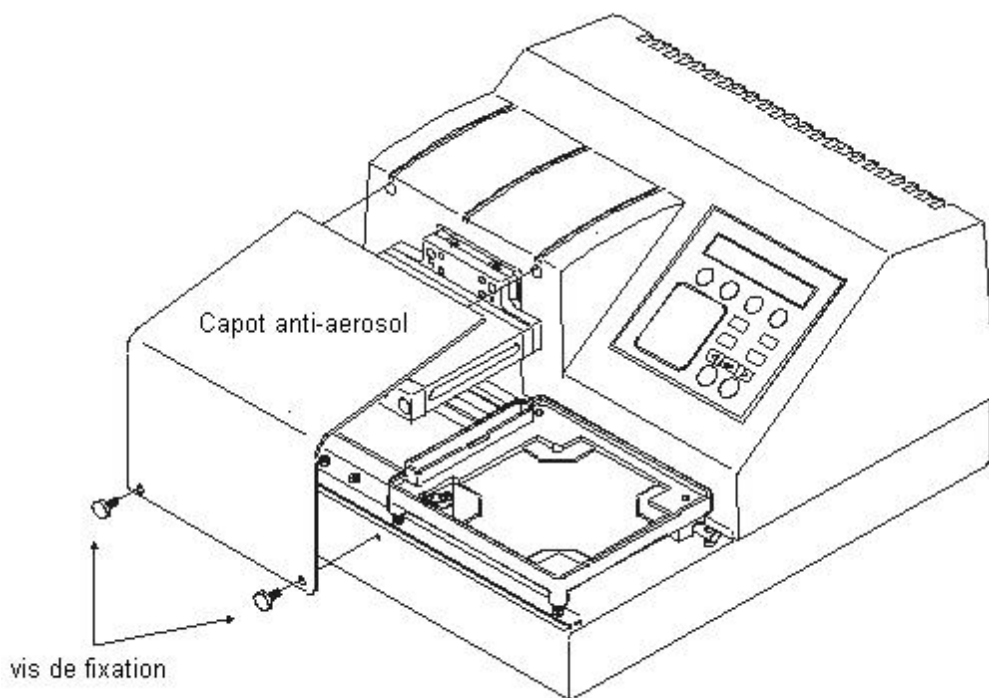

Figure 14: Comment fixer le capot anti-aérosol.
- Attachez le capot anti-aérosol, en vous servant des deux vis qui sont fournis avec l'appareil, comme indiqué **Figure 14** ci dessous.